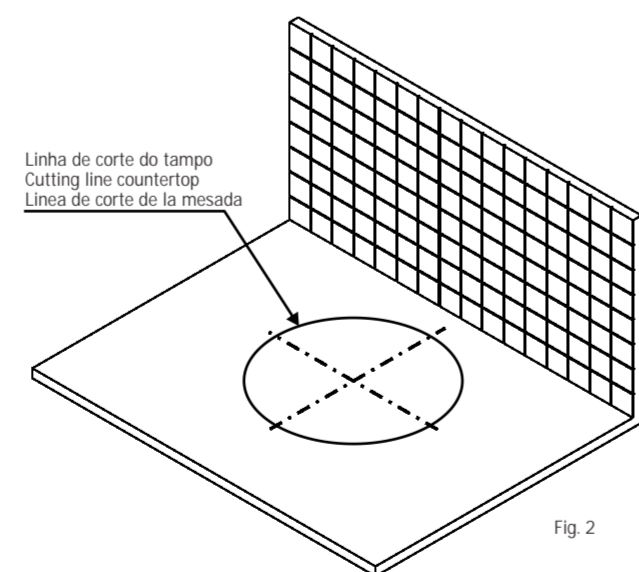

Fig. 2
- 2** Recortar o gabarito e posicioná-lo sobre o tampo, fazendo coincidir a sua linha de centro, com as linhas traçadas no tampo. (conforme fig.2). Cortar o tampo conforme gabarito.
Cut out the template and position it on the lid, matching the template's centre line with the lines drawn on the lid. (as per fig.2). Cut the lid in accordance with the template.
Recortar la plantilla y ubicarla sobre la tapa, haciendo coincidir su línea de centro, con las líneas trazadas en la tapa. (de acuerdo a la fig.2). Cortar la tapa de acuerdo a la plantilla.